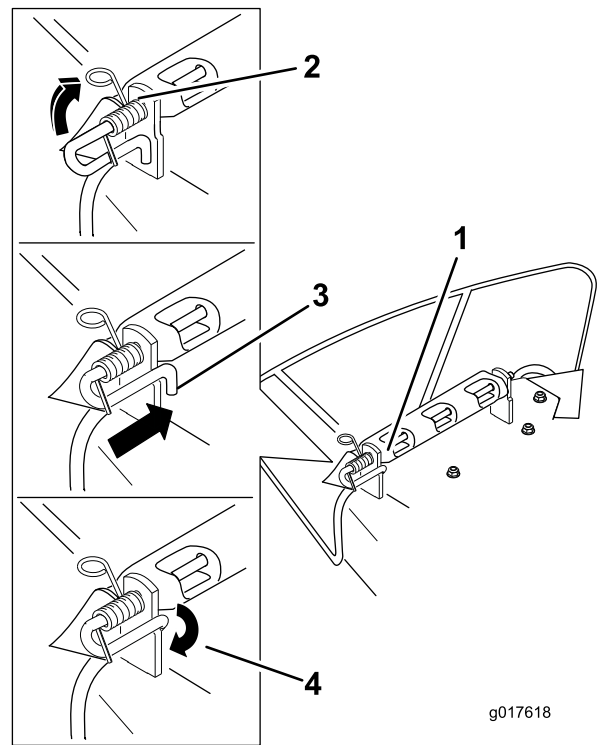

Figure 59
- Soulevez le côté avec la boucle du ressort et placez-le dans le cran du support de déflecteur (Figure 59).
- Fixez l'ensemble tige et ressort en le tournant de sorte à pouvoir placer l'extrémité courte de la tige derrière le support avant soudé au tablier de coupe (Figure 59).